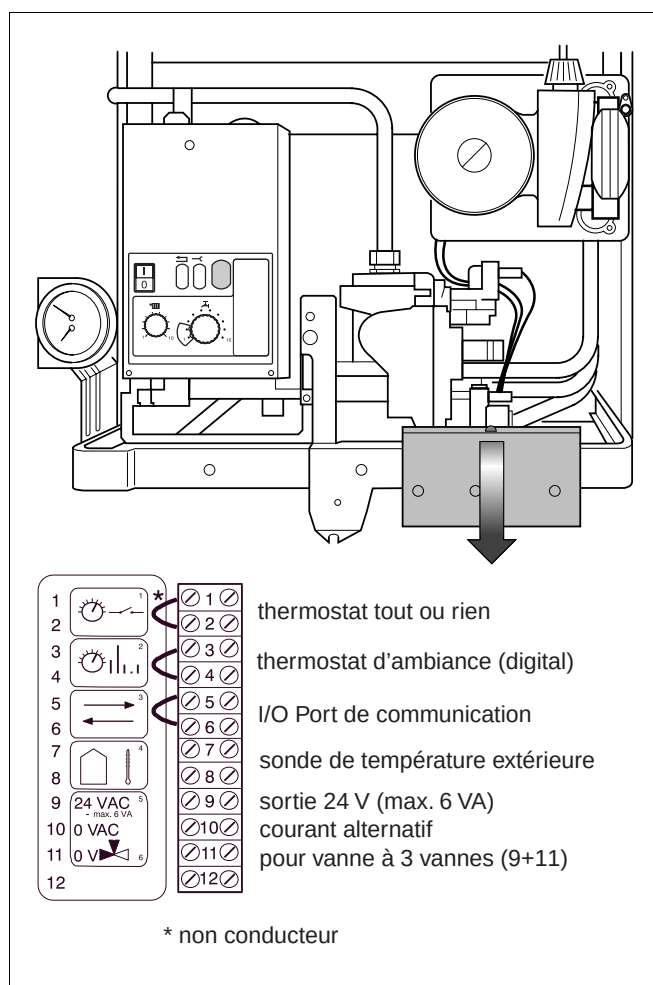

Fig. 12 Branchement de l'appareil de réglage
- Retirer le pont et raccorder l'appareil de réglage à la barette à bornes conformément au schéma électrique (fig. 12).